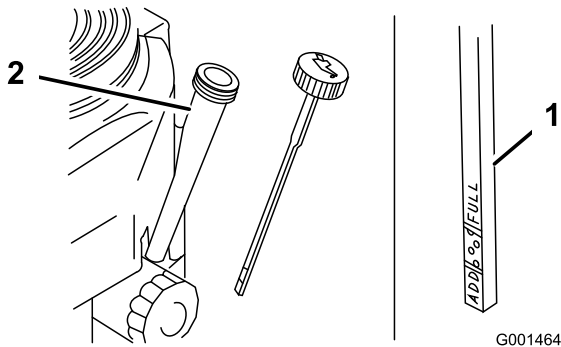

Bild 34
4. Reinigen Sie den Bereich um den Ölpeilstab (Bild 34), damit kein Schmutz in den Einfüllstutzen gelangen und den Motor beschädigen kann.
5. Schrauben Sie den Ölpeilstab heraus und wischen Sie das Metallende ab (Bild 34).
6. Schieben Sie den Ölpeilstab vollständig in den Einfüllstutzen (nicht in den Einfüllstutzen einschrauben) (Bild 34).
8. Gießen Sie ca. 80 % der angegebenen Ölmenge langsam in den Einfüllstutzen (Bild 34).